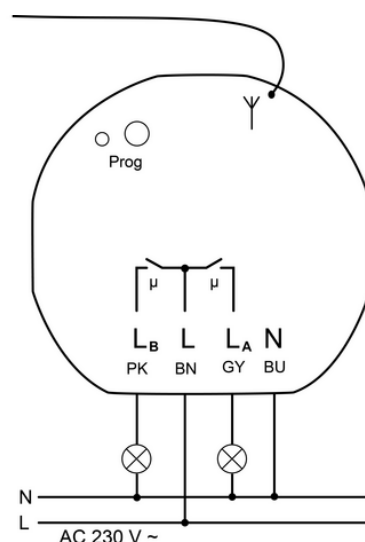

Figura 3: Ejemplo de conexión
- Conectar el actuador con los bornes de la lámpara (véase utilización de bornes de lámpara) conforme al plano de conexiones (figura 3).